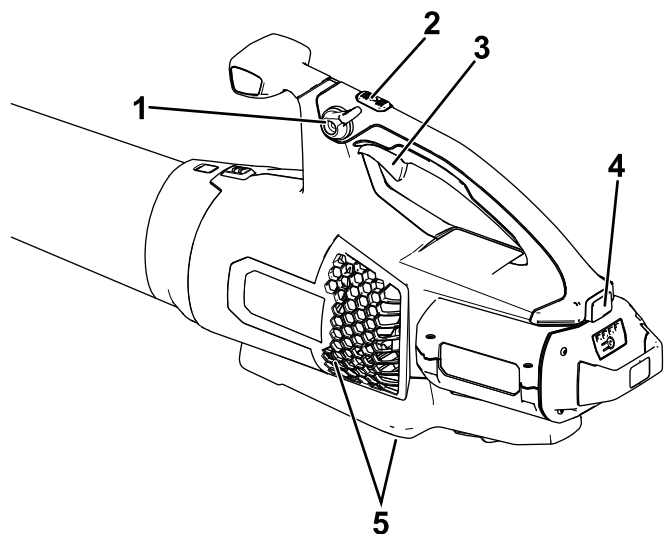

Figura 4
4. Per avviare il soffiatore, premete la levetta della velocità variabile (Figura 4).
**Nota:** Innestate il blocco della velocità per tenere la macchina accesa senza premere la levetta della velocità variabile (Figura 4).
Per ottenere le massime prestazioni (velocità dell'aria), premete completamente la levetta della velocità variabile, quindi tenete premuto il pulsante turbo boost per la quantità di tempo desiderata (Figura 4).
Per regolare la velocità dell'aria mentre il soffiatore è in funzione, utilizzate la levetta della velocità variabile (Figura 4).
Per mantenere la velocità dell'aria impostata, innestate il blocco della velocità (Figura 4).
Per arrestare il soffiatore, disinnestate il blocco della velocità (se in uso) e lasciate andare la levetta della velocità variabile (Figura 4).